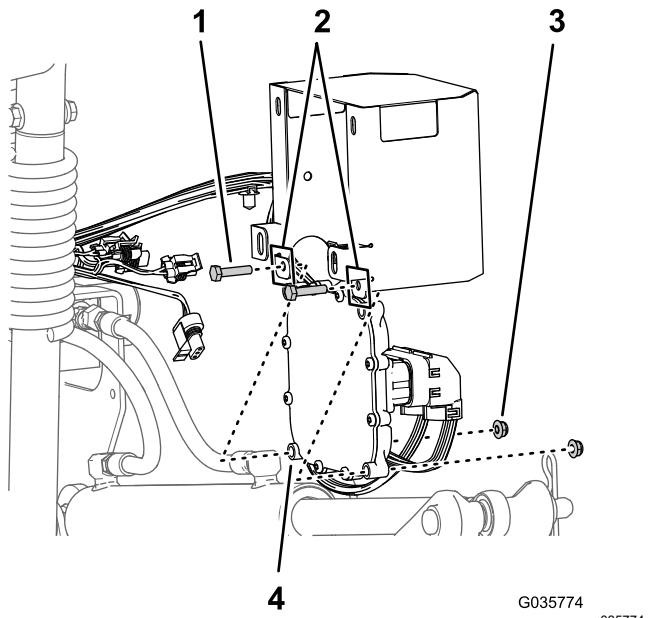

Bild 29
1. Flüchten Sie das elektronische Steuergerät mit der Innenseite der Steuergerät-Abdeckung und die unteren äußeren Befestigungslöcher des Steuergeräts mit den Löchern im unteren hinteren Flansch der Abdeckung aus (Bild 29)
2. Befestigen Sie das Steuergerät mit zwei Schrauben (1/4" x 1 1/8") und zwei Sicherungsbundmuttern (1/4") an der Abdeckung, wie in Bild 29 abgebildet.